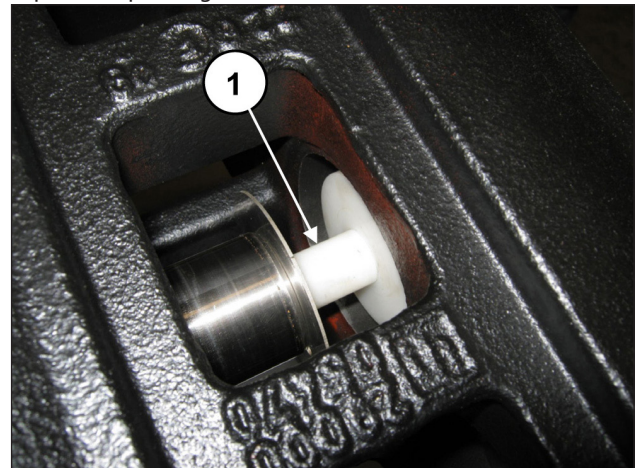

Fig. 168
Insérer l'outil tampon réf. 27632500 entre le guide du piston et le piston (rep. ①, Fig. 168).